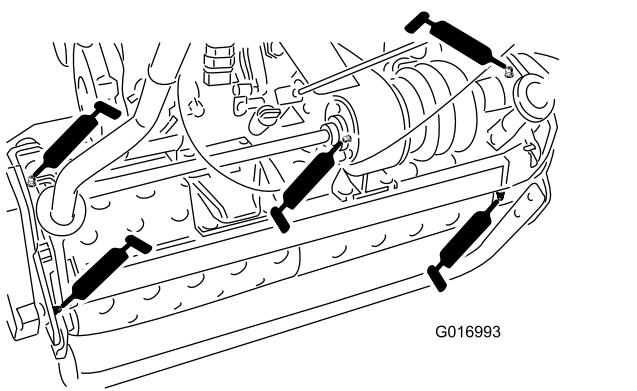

Bild 23
- 2 an den Trommelachsen (Bild 23)
- 3 am Differenzial (Bild 23)